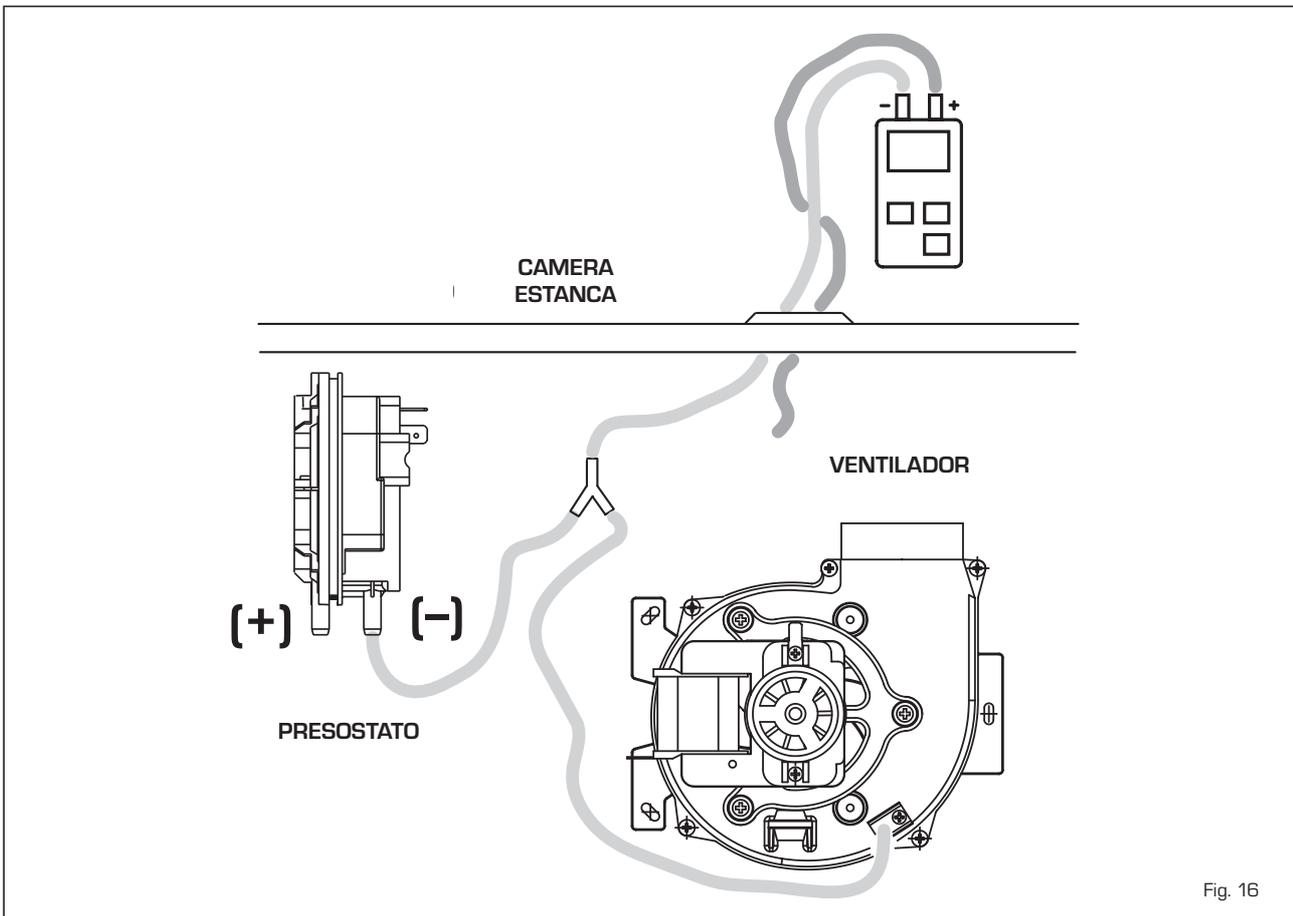

Fig. 16
3.5 PRESOSTATO DE HUMOS "25 - 30 BF" (fig. 16)
El valor de señal al presóstato se mide con un manómetro diferencial conectado como se indica en la fig. 16.